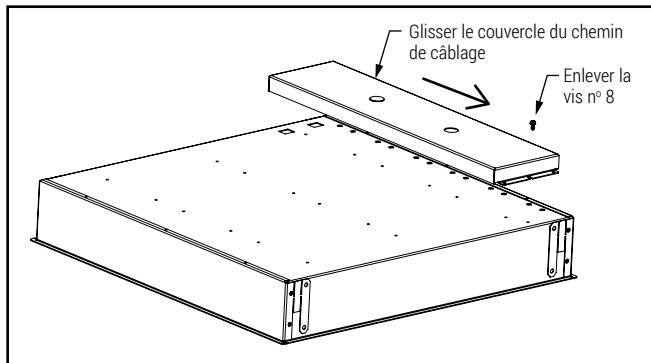

Figure 1.
3. Trouvez le couvercle du chemin de câble du luminaire, enlevez la vis et faites-le glisser pour le retirer. (figure 1).